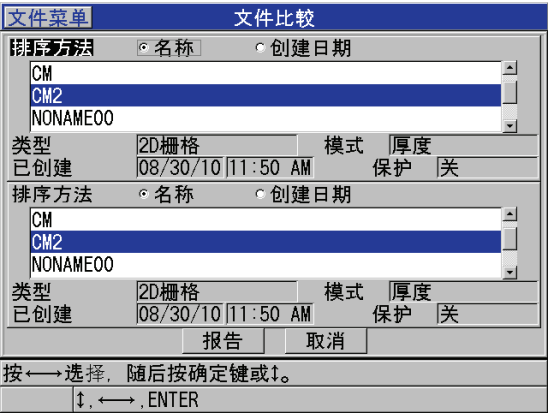

图 11-34 文件比较屏幕
- 6. 在**文件比较**屏幕中 (参见第 181 页的图 11-34 ):